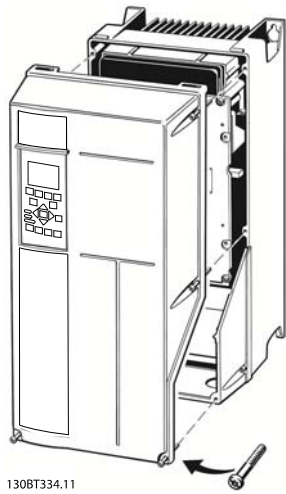

图 2.14 IP55 / Nema 12 和 IP66 / Nema 4/4X (室内) 的控制卡线路检视
- 或松开前盖的固定螺钉，拆下前盖。请参阅图 2.14。前盖紧固力矩为 2.0Nm（对于设备规格 15）和 2.2Nm（对于设备规格 2X 和 3X）。